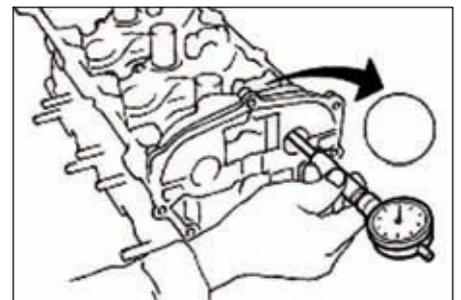

FIG.33
- Mesurer à l'aide d'un micromètre le diamètre des paliers qui doit être compris entre 25,04 et 25,06 mm (Fig.33).